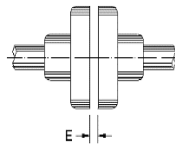

Figura 4.13: Distanza assiale del collegamento (E)
Allineare le estremità dell'albero con attenzione e, se possibile, utilizzare giunti flessibili, lasciando uno spazio vuoto minimo (E) di 3 mm tra i giunti, come mostrato in Figura 4.13.